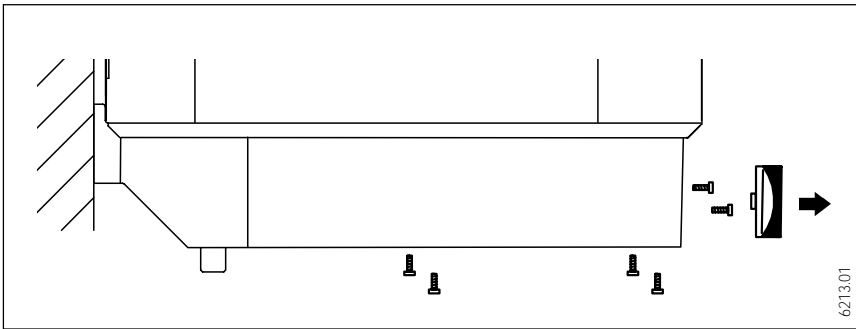

Abb. 8/Fig. 8/Afb. 8
- Temperaturwählknopf abziehen, siehe Abb. 8, Schrauben herausdrehen und Unterkappe abnehmen.
- Pull off/remove the temperature, selection dial and unscrew the screws, see Fig. 8.
- Retirer le bouton de réglage, dévisser les vis de fixation, retirer le capot inférieur, voir fig. 8.
- Temperatuurkeuzeknop lostrekken, schroeven losdraaien, onderkap losnemen, zie afb. 8.